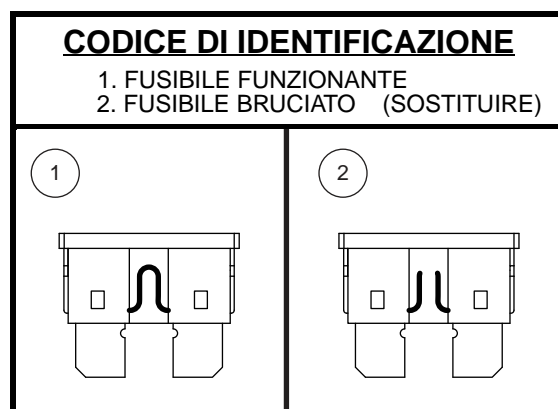

Figura 28. Sostituzione del fusibile
2. Esaminare il fusibile per accertarsi che sia bruciato. **Vedere figura 28.**